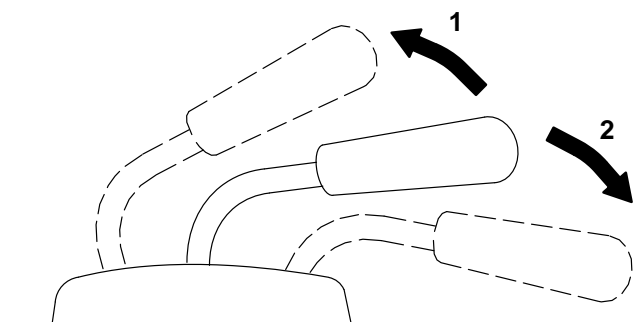

Figure 20
2. Tirer le levier de relevage vers le haut pour relever l'accessoire (Fig. 20). Ceci soulève l'accessoire et le maintient en position relevée.
2. Appuyer le levier vers le bas pour descendre l'accessoire (Fig. 20).